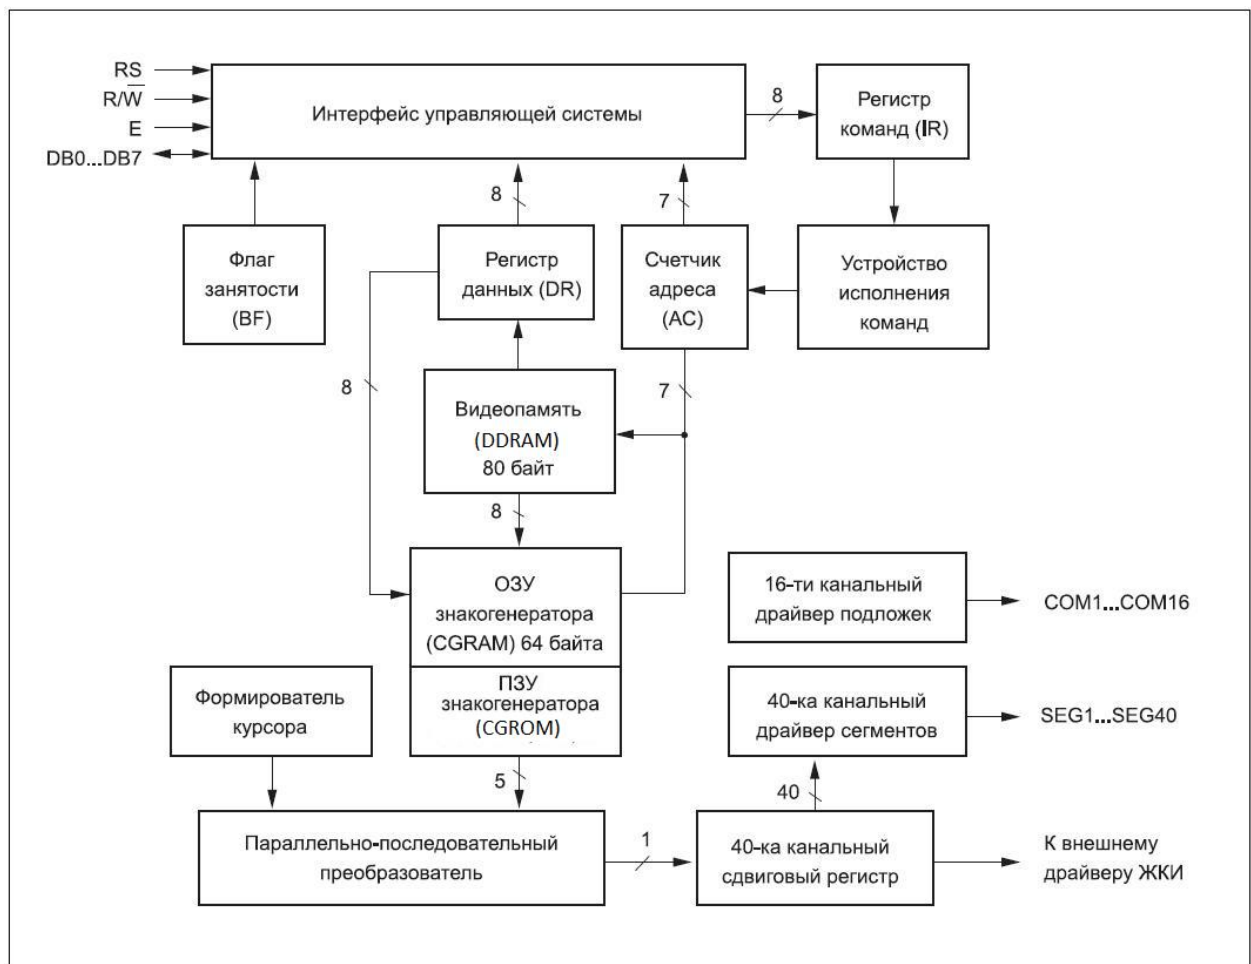

Рис. 1.8 – упрощенная структурная схема контроллера (БИС) HD44780.
В ЖКИ встроен контроллер (БИС) HD44780, его структурная схема представлена на рис.1.8. БИС имеет два 8-битовых регистра: регистр команд (IR) и регистр данных (DR), RS – регистровый переключатель. AC - Счетчик адреса. DDRAM (Display data RAM ОЗУ ASCII-кодов отображаемых символов). Память знакогенератора (хранит матрицы начертания символов (рис.1.4) и состоит из CGROM (Character generator ROM – ПЗУ знакогенератора) и CGRAM (Character generator RAM – ОЗУ знакогенератора)).